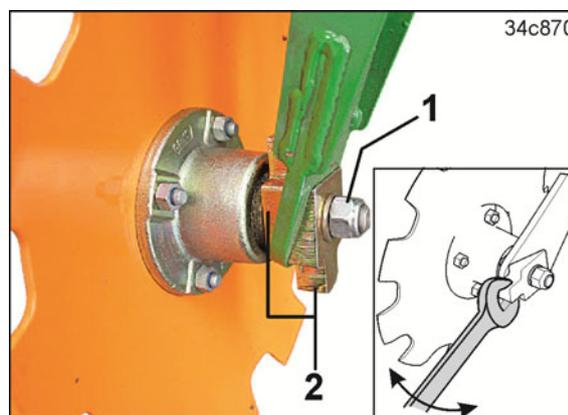

Рис. 220
2. Отверните гайку (Рис. 220/1) и поверните диск маркера вместе с клиньями (Рис. 220/2).